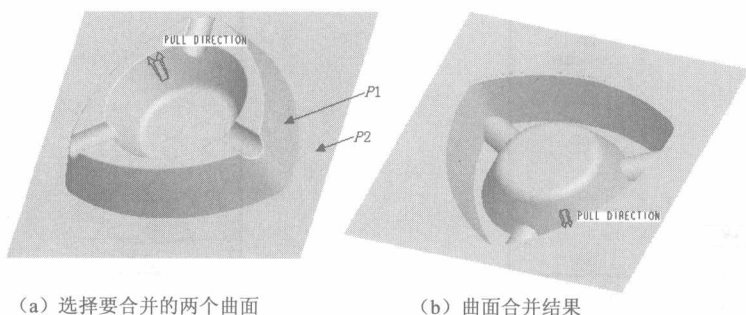

图1-20 合并两个曲面
17. 按住 **Ctrl** 键, 依次选择如图 1-20 (a) 所示要合并的复制曲面 *P1* 及填充曲面 *P2*, 然后选择菜单栏中的【编辑】/【合并】命令, 将两个曲面合并, 如图 1-20 (b) 所示。